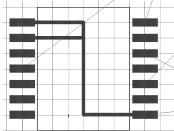

Рис.45
3. Довести трассу A4 до контакта DD2/2, для чего щелкнуть LB на контакте DD2/2, и в точке: 120/88,75 (рис.45)